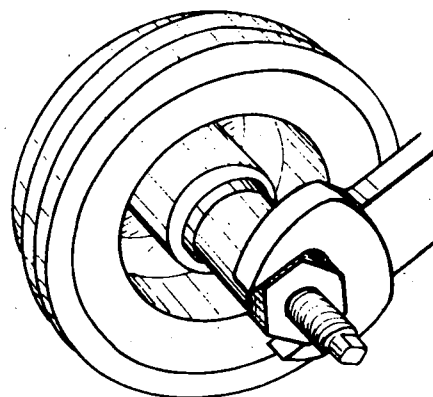

Fig. 7
- b Instale o parafuso de fixação do amortecedor (fig. 7) e aperte-o ao torque especificado.